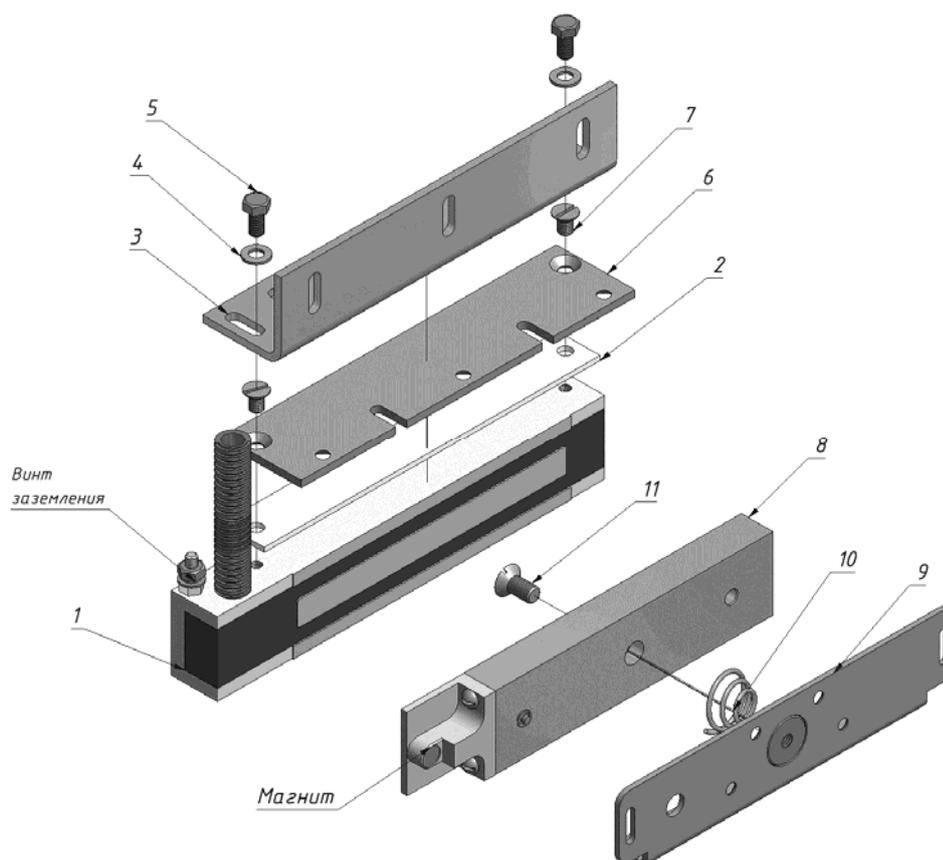
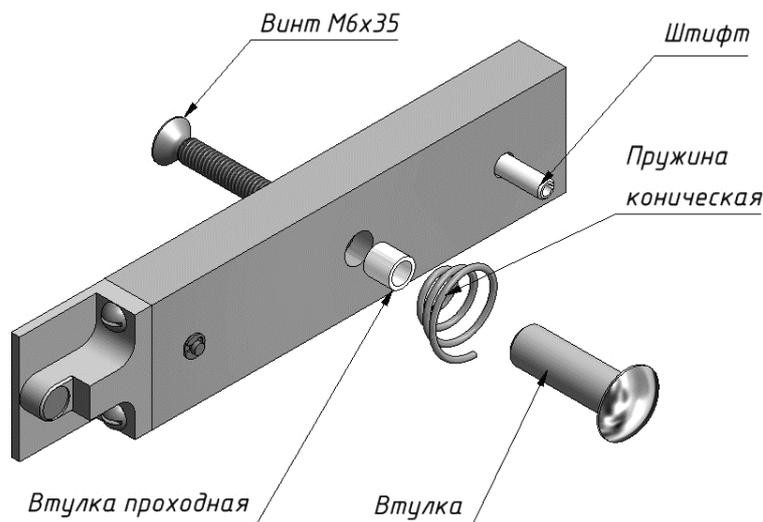

Рис. 1
Рис.2 Комплект крепления якоря
- корпус (1).....	1 шт.
- планка (2).....	1 шт.
- угольник (3).....	1 шт.
- шайба 5 (4).....	2 шт.
- болт М5х10 (5).....	2 шт.
- пластина монтажная (6).....	1 шт.
- винт М5х10 потайн. (7).....	2 шт.
- якорная часть с пластиной крепления (Рис.1):
- якорь (8).....	1 шт.
- пластина крепления якоря (9).....	1 шт.
- пружина коническая (10).....	1 шт.
- винт М6х16 (потайн.) под ключ S4 (11).....	1 шт.
- комплект крепления якоря (Рис.2)..... 1 шт.
5.2 Замок состоит из корпусной части и якорной части (Рис.1). Срабатывание замка происходит при механическом контакте рабочих поверхностей корпуса и якоря после подачи напряжения питания. Для обеспечения эксплуатационных характеристик рабочие поверхности корпуса и якоря должны быть совмещены и плотно прилегать друг к другу при закрывании двери.
Корпус замка может крепиться при помощи угольника (3) или через монтажную пластину (6) (Рис.1). Если позволяет конструкция места монтажа, допускается крепление непосредственно через крепежные отверстия в корпусе замка (резьба М5), длина винтов в этом случае определяется по месту, при этом в тело корпуса винты должны входить не более чем на 8мм.
5.3 Для крепления корпуса замка при помощи угольника на полке угольника предусмотрены овальные отверстия, предназначенные для регулировки совмещения рабочих поверхностей. Планка (2) под полкой угольника служит для исключения удара торца якоря о кромку угольника в процессе работы.
- с отверстиями в двери для крепления якоря и установки фиксирующего штифта. (Рис.2)
- без отверстий, с помощью монтажной пластины крепления якоря (9) (Рис.1).